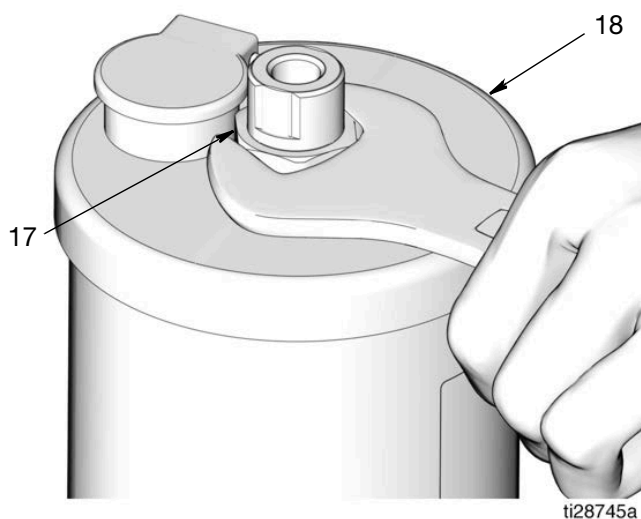

FIG. 14
9. Joints (10) du réservoir
Utiliser une clé pour desserrer l'écrou (17) du couvercle (18) du réservoir (FIG. 14).